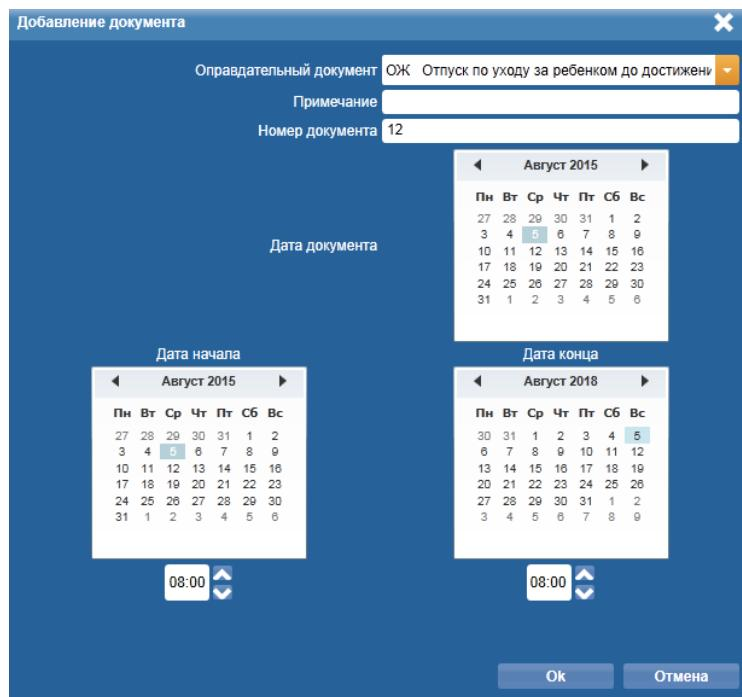
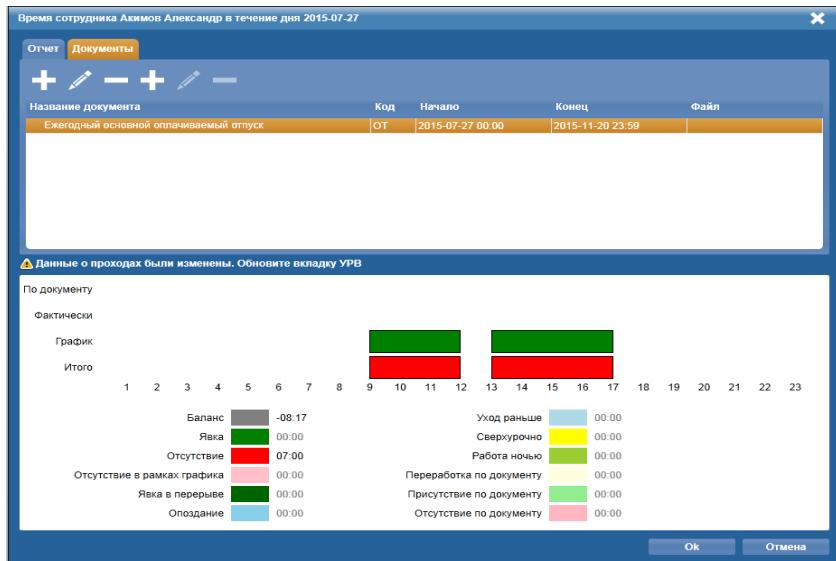

Рисунок 49.Окно **Добавление документа**
Рисунок 54. Окно **Время сотрудника**, вкладка **Документы**
- 3) В открывшемся окне **Добавление документа** (Рис. 49) ввести следующие параметры:
- 3) В открывшемся окне **Редактирование документа**, которое аналогично окну **Добавление документа** (Рис. 49) выполнить действия, которые описаны в пункте Добавление оправдательного документа настоящего руководства;
Также есть возможность добавления документа, действие которого начинается в определенный календарный день. Для этого в таблице журнала учета рабочего времени нажать на ячейку этого дня для сотрудника, в открывшемся окне **Время сотрудника** перейти на вкладку **Документы** (Рис. 54). На панели меню вкладки нажать кнопку **Добавить документ**. Откроется окно **Добавление документа** (Рис. 49), где дата начала будет выбрана в соответствии с выбранной ранее ячейкой в таблице журнала учета рабочего времени, а сама календарная форма **Дата начала** будет заблокирована. Все действия в этой форме при добавлении нового оправдательного документа описаны выше в этом пункте руководства